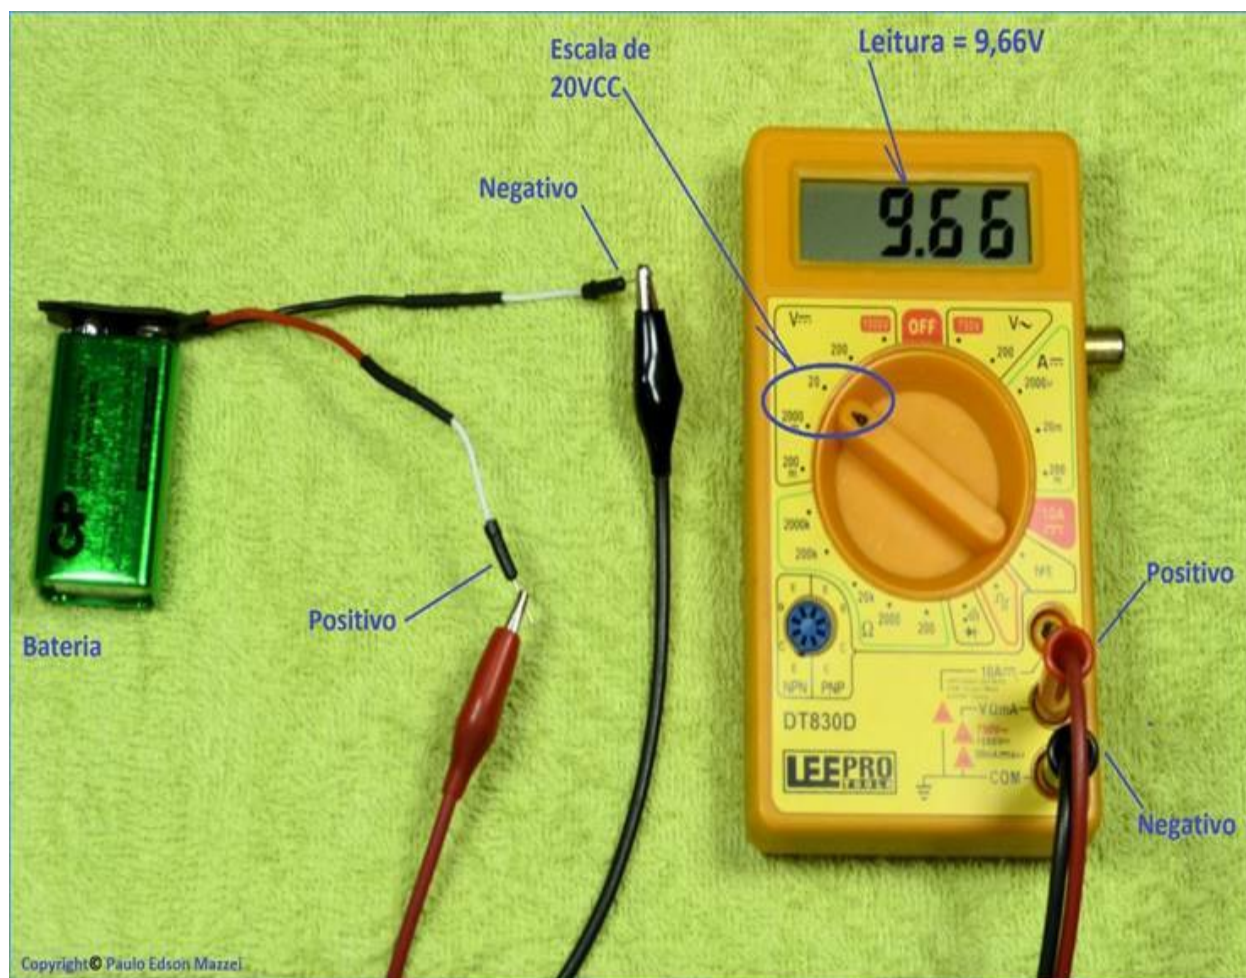

Figura 61 - Medindo a tensão da bateria.
5. A figura 61 ilustra a medida de tensão da bateria. Note a polaridade das pontas de prova e da bateria. Observe também que o painel do